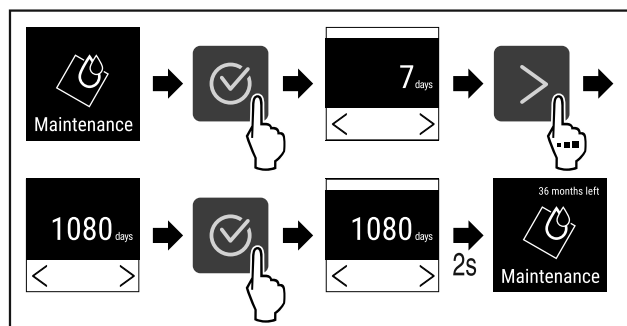

Fig. 99
- Stappen (zie Fig. 99) uitvoeren.